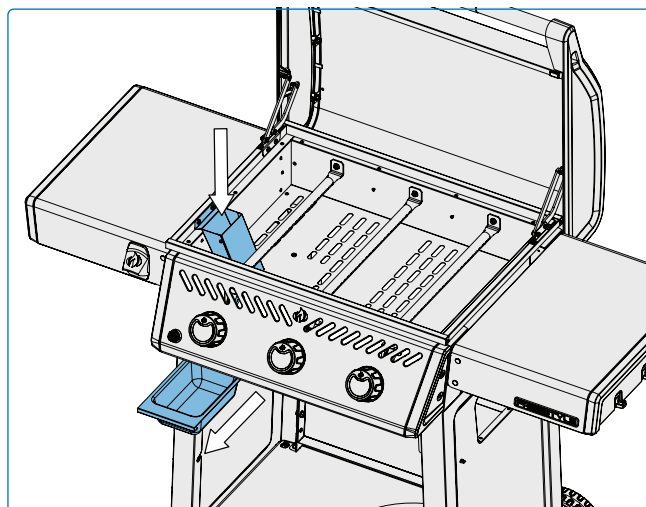

Fig. 11
1. Une fois que l'appareil a complètement refroidi, retirez avec précaution le plateau d'égouttage du chariot de l'appareil, sans le faire basculer. (Fig. 11).